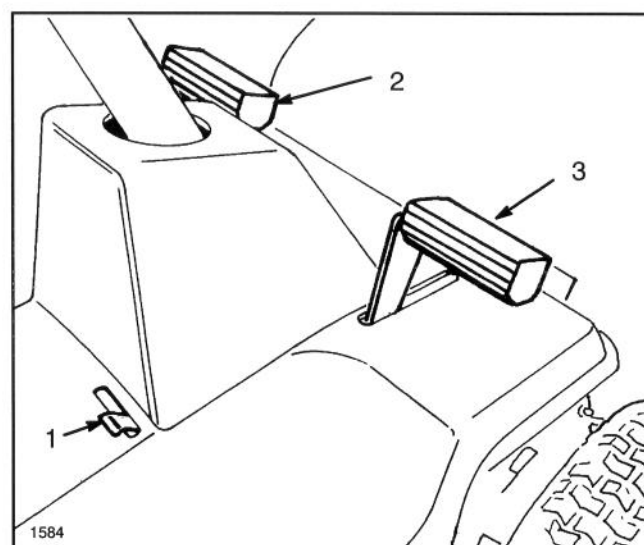

Figure 6
**Pédale d'embrayage** (Fig. 6)—S'utilise avec le changement de vitesse. Enfoncer à fond la pédale d'embrayage pour changer de vitesse. Enfoncer la pédale d'embrayage chaque fois qu'on freine.
**Pédale de frein** (Fig. 6)—S'utilise pour ralentir ou arrêter le tracteur. L'actionnement de la pédale commande le serrage d'un étrier sur le disque de frein, sur le côté de la transmission. Toujours enfoncer la pédale d'embrayage lorsqu'on freine.
**Frein de stationnement** (Fig. 6)—S'utilise avec la pédale de frein. Lorsqu'on enfonce la pédale et qu'on engage le frein de stationnement, la pédale de frein est maintenue en position enfoncée et un étrier est serré sur le disque de frein, sur le côté de la transmission.
1. Serrer le frein de stationnement (Fig. 6): voir "Utilisation du frein de stationnement", page 19.
2. Pousser le levier de frein de stationnement vers la gauche et relâcher la pédale de frein jusqu'à ce qu'elle soit bloquée par le levier de frein de stationnement (Fig. 6).
3. Pour desserrer le frein de stationnement, enfoncer la pédale de frein (Fig. 6), ce qui ramène le levier de frein de stationnement en position délogée, puis relâcher la pédale de frein.